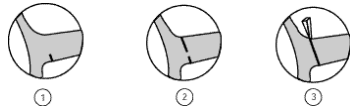

Figure 4 : Découpe d'un arbre déraciné dont la souche penche à l'opposé du tronc
- Débuter toujours la coupe du côté des fibres comprimées, dans le cas présent sous la grume (Figure 4). Pour les arbres déracinés, l'entaille de direction est plus souvent réduite à un simple trait de scie (1).
- Terminer par le trait d'abattage qui est pratiqué de haut en bas, le plus souvent au même niveau que le premier trait de scie. La coupe doit être rapide si l'on veut une cassure franche des fibres entre les deux traits de scie (2).
- Si l'on n'est pas certain que la souche reprenne sa place, enfoncer un coin dans le trait d'abattage, afin d'éviter le coincement de la souche sur l'arbre ou l'opérateur (3).